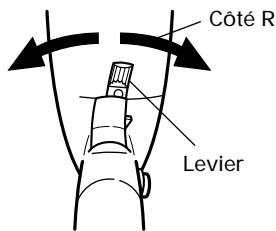

Fig. 2
6. Vérifier la direction de la tête de vissage (Fig.2)